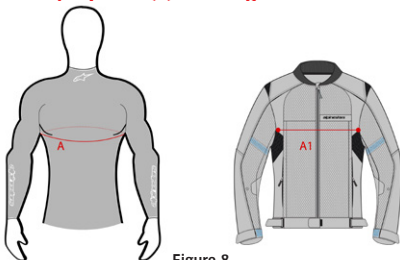

Figure 8
AVERTISSEMENT ! Tech-Air® 3 V2, en taille S ou plus grande taille, doit être porté avec un vêtement Alpinestars compatible Tech-Air de la même taille que le système ou avec un vêtement Alpinestars qui n'est pas compatible Tech-Air, à condition que le vêtement fasse une taille de plus que le système, ou quelle que soit la marque, Alpinestars ou autre, le vêtement doit répondre aux critères suivants : pour la région de la poitrine, mesurer la circonférence de la poitrine (A) et la largeur du vêtement sur la région de la poitrine (A1). Le vêtement est compatible avec le système Tech-Air® 3 V2, si $A1 > 0,5 \times A + 12 \text{ cm}$ ($A1 > 0,5 \times A + 4,72 \text{ pouces}$) (voir la figure 8 ci-dessous)